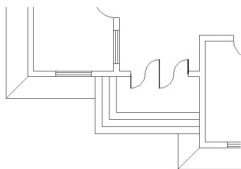

图 2.93 修剪与台阶重合的散光线
(2) 在选择要修剪的对象，或按住 Shift 键选择要延伸的对象，或[栏选(F)/窗交(C)/投影(P)/边(E)/删除(R)/放弃(U)]：提示下，选择与台阶重合的散光线，结果如图 2.93 所示。